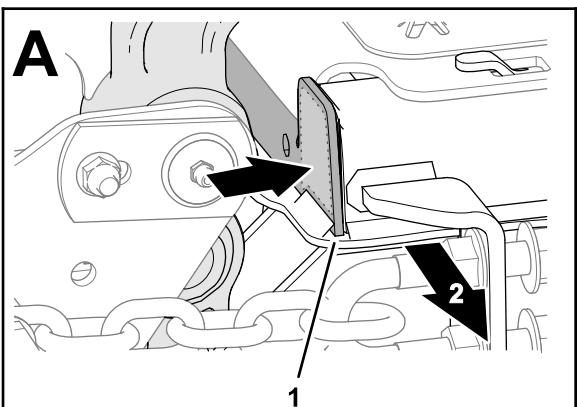

Bild 29
2. Wischen Sie am äußeren Mähwerk die Lasche des inneren Kanals ab (Bild 29).